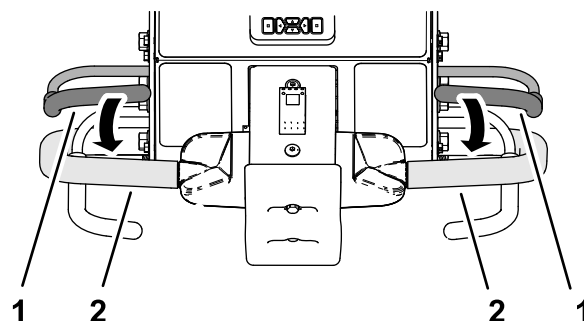

図 93
3. 左または右のハンドルバーとオペレータベイルをつかんで図 93 ベイルを握り込む。